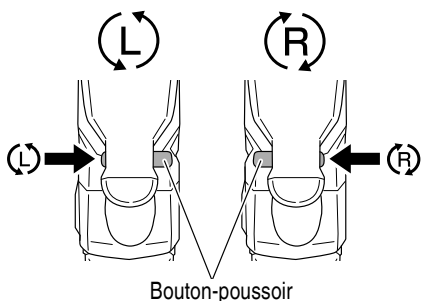

Fig. 15
6. Vérifiez la direction de rotation de la mèche (Fig. 15)
Le foret tourne dans le sens des aiguilles d'une montre (vu de derrière) quand on appuie sur le côté R du bouton-poussoir. (Fig. 15)